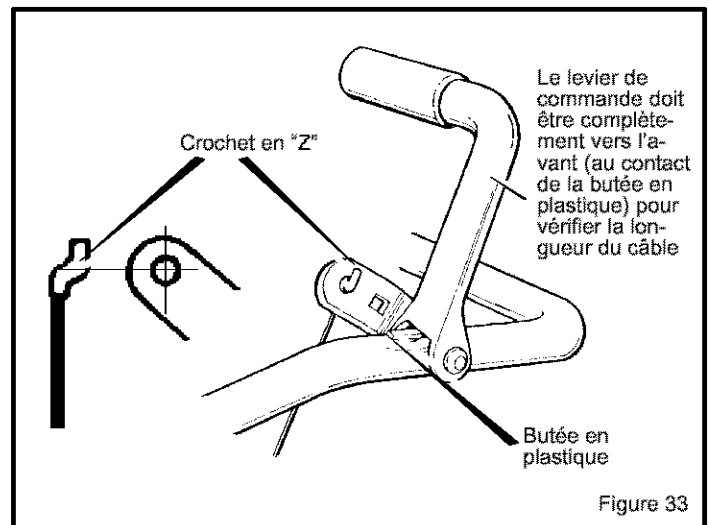

Figure 33
**Pour vérifier le réglage détacher le crochet en "Z" du levier d'embrayage (voir Figure 33)**